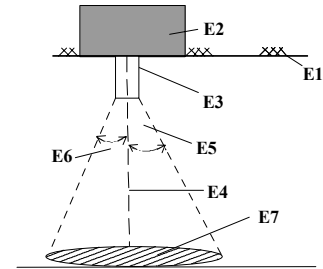

Bild 5: Erfassungskegel bei gerader Lichteintrittsfläche
- Bei Verwendung des weiß lackierten Lichtleitstabes mit gerader Lichteintrittsfläche (Standard-Lichtleitstab) ergibt sich der in Bild 5 gezeigte Erfassungskegel.